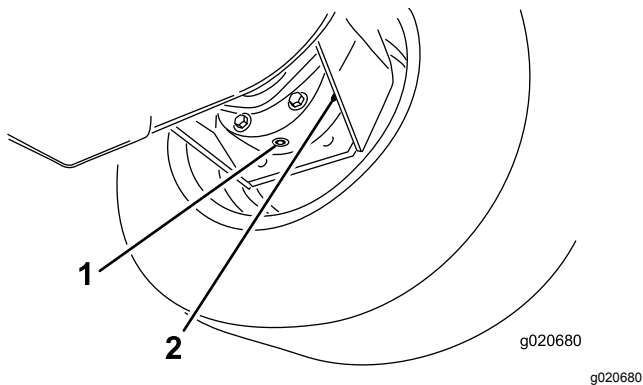

Figura 83
3. Coloque o recipiente de escoamento por baixo da estrutura do travão, retire o tampão e deixe o óleo escorrer para o recipiente (Figura 83).